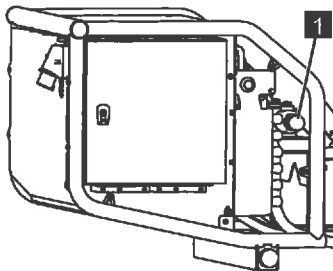

Abb. 190
7. Nach dem Notbetrieb das Ventil (Abb.190/1) gegen den Uhrzeigersinn entriegeln und die Abdeckhauben auf beiden Seiten wieder anschrauben.